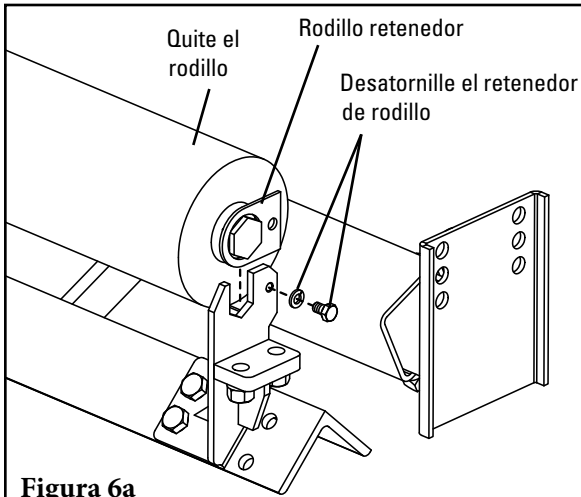
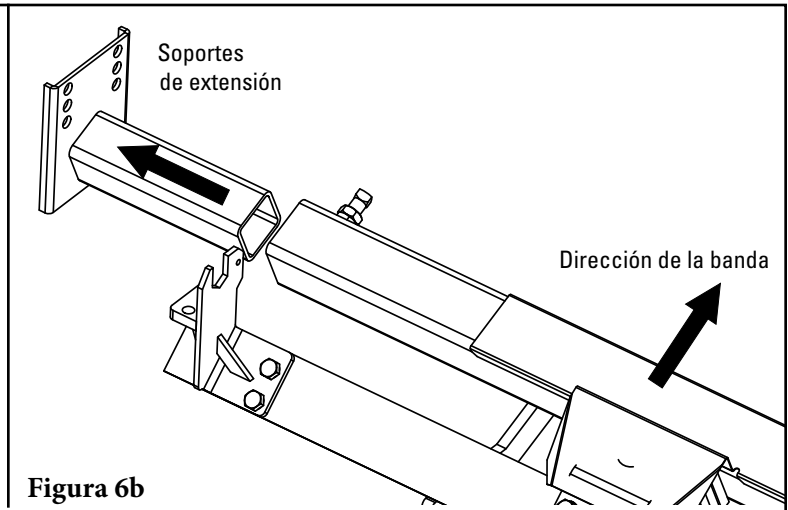

Figura 6a
Figura 6b
6. **Retire el rodillo** al destornillar los Retenedores de rodillo (Figura 6a). Determine la orientación del alineador y quite el soporte de extensión lateral (Figura 6b).